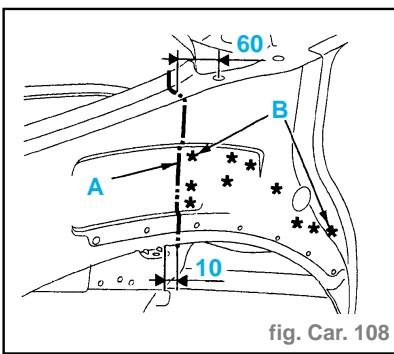

fig. Car. 108
- Tracer puis découper à l'aide d'une meule épaisseur 1 mm (coupe provisoire) (suivant A) (fig. Car. 108).